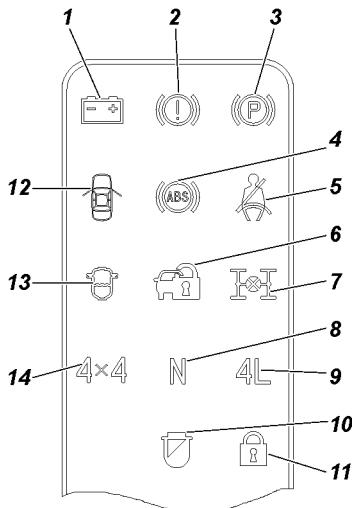

Рис. 3.4. Блок сигнализаторов
**3 -блок сигнализаторов** (изображен на рис. 3.4)
На рис. 3.4 изображен блок сигнализаторов.
Состояние "включено" - иммобилайзер блокирует пуск двигателя. При этом сигнализатор 6 (см. рис. 3.4) включения иммобилайзера включен постоянно.